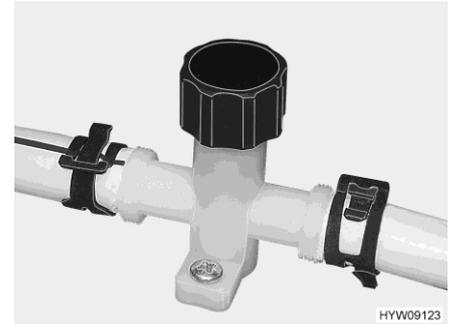

Fig. 121 Rubinetto di scarico (tubatura dell'acqua)
- Chiudere i rubinetti di scarico. A tal fine, ruotare in senso orario il coperchio del rubinetto di scarico (Fig. 121).